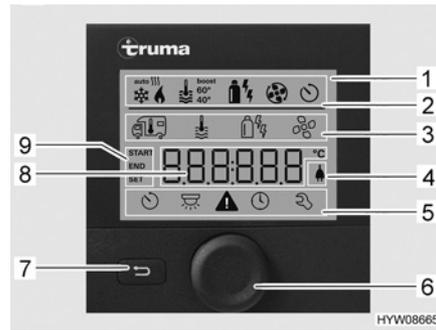
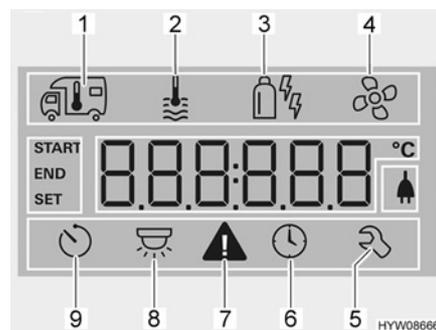

Fig. 85 Unidad de mando con visualizaciones
Fig. 86 Display (unidad de mando)
- Línea de estado (Fig. 85,2)
- Línea del menú superior (Fig. 85,3)
- Zona de visualización (Fig. 85,8)
- Línea del menú inferior (Fig. 85,5)
- Pulsar el pulsador giratorio (Fig. 85,6) por aprox. 3 segundos. Se visualizarán las dos líneas de menú (Fig. 85,3 y Fig. 85,5). El primer símbolo parpadeará.
- Girar el pulsador giratorio (Fig. 85,6) hasta que parpadee el símbolo de menú deseado.
- Pulsar el pulsador giratorio para guardar el valor ajustado. Si sin embargo no se desea cambiar el valor ajustado originalmente: Pulsar la tecla Atrás (Fig. 85,7).
- Girar el pulsador giratorio (Fig. 85,6) hasta que parpadee el símbolo de menú Calefacción (Fig. 86,1).
- Pulsar el pulsador giratorio para guardar el valor ajustado. El símbolo en la línea de estado (Fig. 85,2) parpadeará hasta que se haya alcanzado la temperatura ambiente ajustada. Si sin embargo no se desea cambiar el valor ajustado originalmente: Pulsar la tecla Atrás (Fig. 85,7).
- Girar el pulsador giratorio (Fig. 85,6) hasta que parpadee el símbolo de menú Agua caliente (Fig. 86,2).
- Pulsar el pulsador giratorio para guardar el valor ajustado. El símbolo en la línea de estado (Fig. 85,2) parpadeará hasta que se haya alcanzado la temperatura de agua caliente ajustada. Si sin embargo no se desea cambiar el valor ajustado originalmente: Pulsar la tecla Atrás (Fig. 85,7).
- Girar el pulsador giratorio (Fig. 85,6) hasta que parpadee el símbolo de menú de modo de funcionamiento (Fig. 86,3).
- Pulsar el pulsador giratorio para guardar el modo de funcionamiento ajustado. Si sin embargo no se desea cambiar el modo de funcionamiento ajustado originalmente: Pulsar la tecla Atrás (Fig. 85,7).
- Girar el pulsador giratorio (Fig. 85,6) hasta que parpadee el símbolo de menú Ventilador (Fig. 86,4).
- Girar el pulsador giratorio (Fig. 85,6) hasta que parpadee el símbolo de menú Reloj programador (Fig. 86,9).
- Pulsar el pulsador giratorio. El reloj programador estará activado. El símbolo Reloj programador (Fig. 86,9) parpadeará si el reloj programador está programado y activo.
En caso de una advertencia, parpadeará el símbolo de advertencia (Fig. 86,7). La calefacción continuará funcionando. Si sólo se trata de una avería temporal, el símbolo de advertencia se apagará automáticamente.